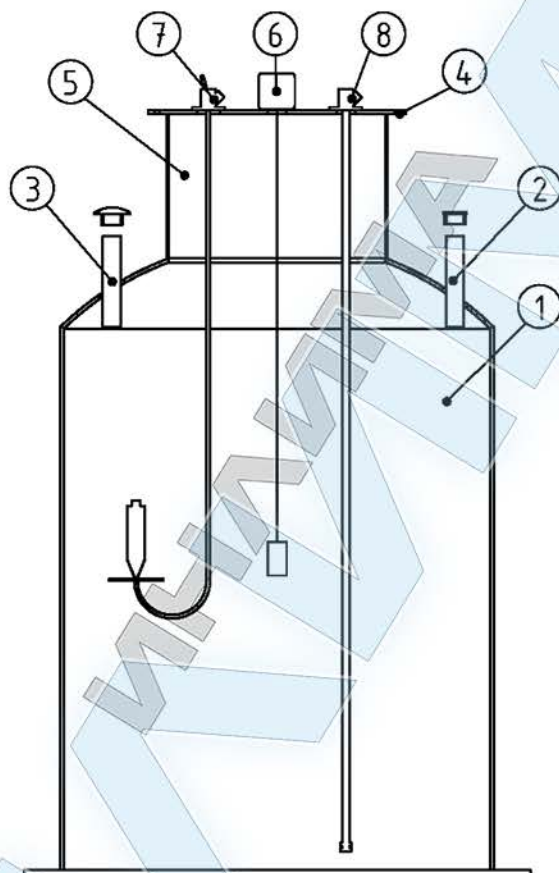

Рисунок 1. Общий вид (разрез) топливной емкости
3.1 Общий вид (разрез) топливной емкости приведен на рис.1.